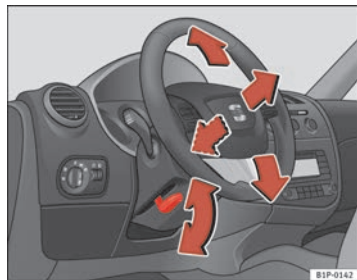

Abb. 115 Lenkradposition einstellen
- Schwenken Sie den Hebel \Rightarrow Abb. 115 unter der Lenksäule nach unten \Rightarrow .